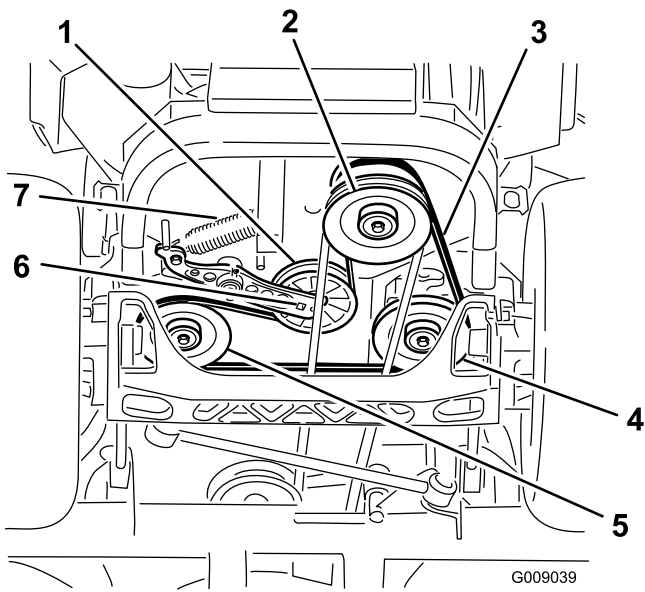

Figura 78
- Utilice una llave de carraca en el taladro cuadrado del brazo tensor para retirar el muelle tensor (Figura 78).
- Desenganche el muelle de la polea tensora del bastidor (Figura 78).
- Utilizando la llave de carraca en el taladro cuadrado del brazo tensor, instale el muelle tensor en el bastidor (Figura 78).